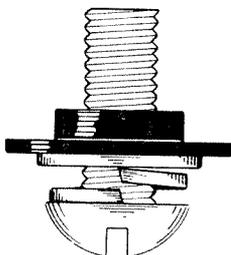

Fig. 25 - Montaggio vite del generatore.
*i)* montare le ranelle e le bussole sulla vite di fissaggio come appare in fig. 25 curando di dare ad ogni pezzo la posizione esatta della figura;